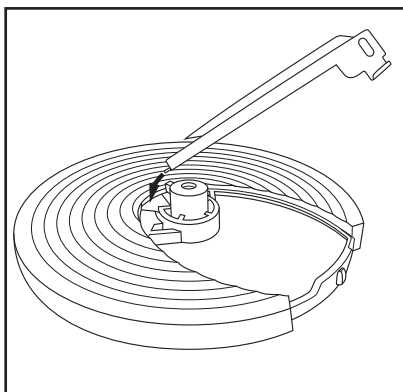
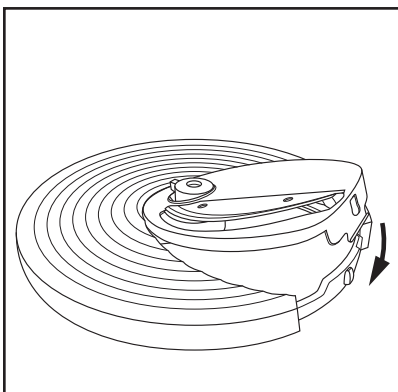

Fig. 1
Fig. 2
- placez le nouveau disque avec la face étroite d'abord dans la fente de l'adaptateur de disque **13** (Fig. 1) et appuyez ensuite fermement sur le disque de manière à ce qu'il s'enclenche et soit correctement fixé (Fig. 2).